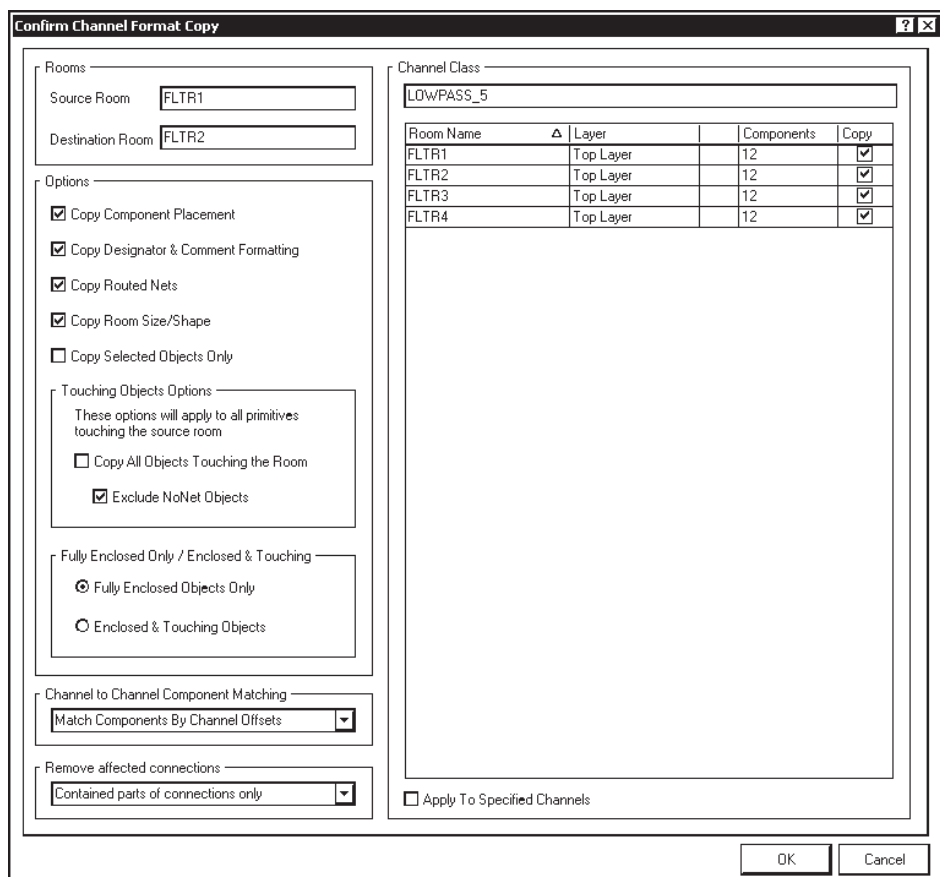

Рис. 6.54. Настройка правил копирования «комнат»
- Скопировать размещение компонентов и трассировку печати в остальные каналы проекта. Для этого выделить область **Room** трассированного канала и выполнить команду меню **Design | Rooms | Copy Room Formats** — откроется диалоговое окно подтверждения и настройки правил копирования (рис. 6.54). В этом окне: